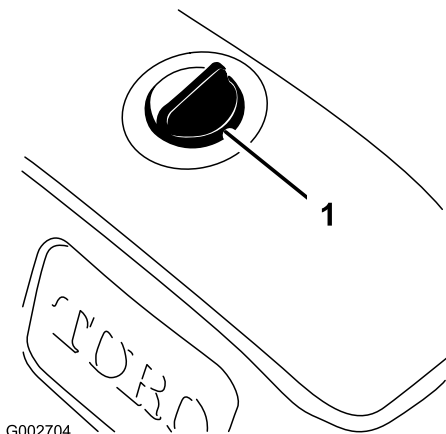

Figure 16
2. Nettoyez la surface autour du bouchon du réservoir hydraulique pour éviter que des impuretés ne tombent dans le réservoir (Figure 16).